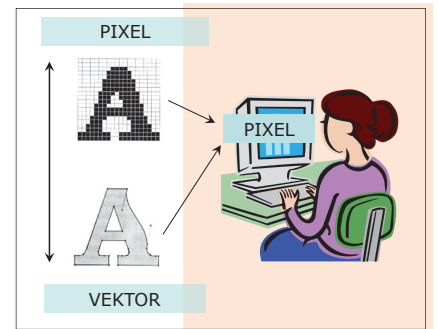

Abb. 7-30: EMF-Export aus Power-Point 2007
- Es stehen die Formate WMF und EMF zur Verfügung. Die entstehenden Bilder werden in WORD (ABB. 7-30), EXCEL und VISIO einwandfrei gelesen, wobei EMF die bessere Qualität liefert.